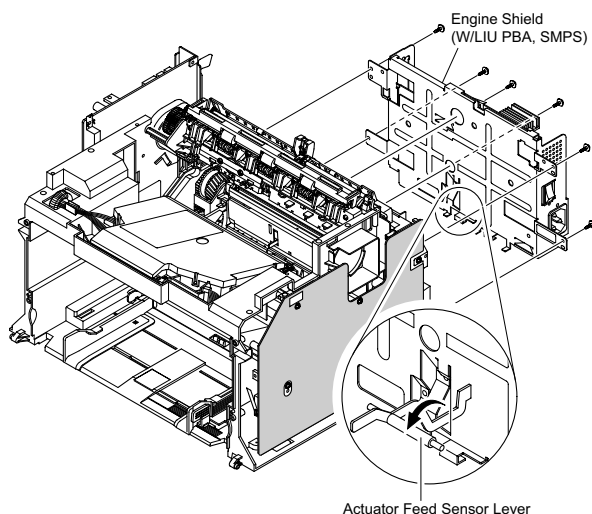

Рисунок 3
5. Открутите шесть винтов, которые крепят экран принтера, и вытащите жгут проводов. Аккуратно снимите экран принтера с рычага активатора датчика подачи, рисунок 3.